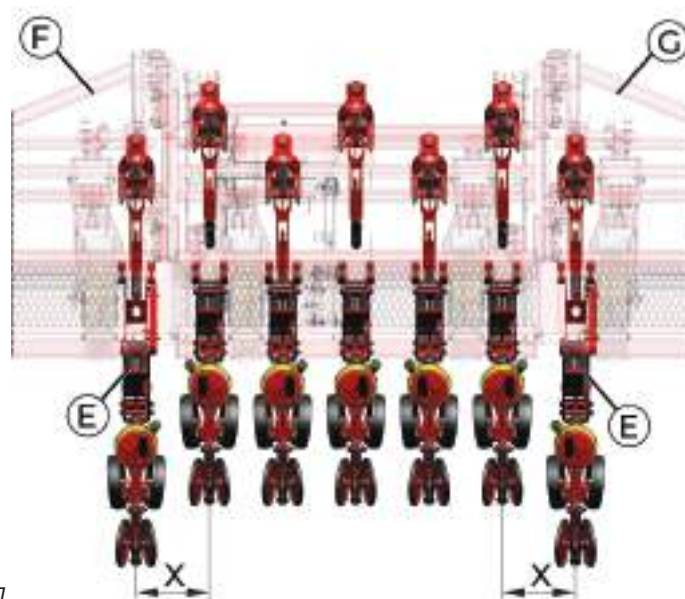

fig. 31
Partindo deste posicionamento, monte as demais linhas com o espaçamento (X) para cada lado do chassi central, observando que a próxima linha sulcadora deve ser montada no tubo dianteiro (*fig. 31*), fazendo com que essas linhas fiquem intercaladas umas com as outras.
Monte as linhas longas (E) no chassi esquerdo (F) e no direito (G) (fig. 31), afastadas o valor do espaçamento (X) de acordo com as últimas linhas montadas no lado direito e esquerdo do chassi central. Repita os passos e monte as demais linhas ao longo dos chassis direito e esquerdo.